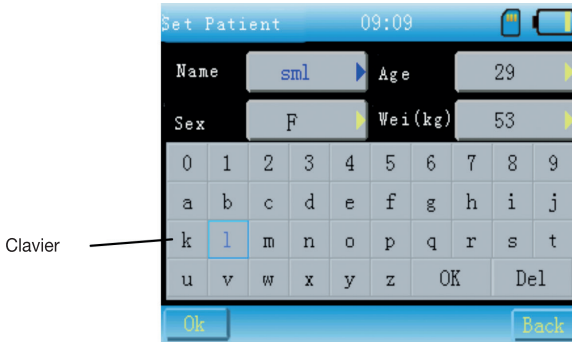

Fig. 13-3-4
- 7 Info Input: si activé, il faut entrer dans l'interface « Set Patient », comme à la Fig.13-3-4 avant d'imprimer ou d'enregistrer.